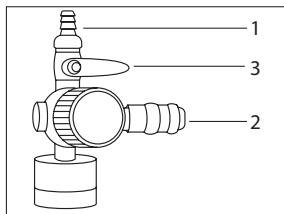

Рис. 4
На выходе из компрессора предусмотрены штуцера двух типов: «елочка» (Рис. 4, п. 1) и быстросъемный (Рис. 4, п. 2).
К инструменту, подключенному к быстросъемному штуцеру, воздух поступит автоматически. Для подачи давления к инструменту, подключенному к штуцеру типа «елочка», откройте шаровой кран (Рис. 4, п. 3).
Рабочее давление на выходе может изменяться непосредственно в процессе работы регулятором (Рис. 1, п. 6). Также можно отрегулировать расход воздуха отдельно только у инструмента, подключенного к штуцеру посредством регулировки положения крана (Рис. 4, п. 3).
ПРИМЕЧАНИЕ! При работе одновременно двумя инструментами следует помнить, что давление в обоих инструментах будет одинаковым, а расход воздуха будет распределяться пропорционально соотношению проходных сечений инструментов или выходных штуцеров в случае регулирования расхода воздуха краном, т.е. при увеличении расхода воздуха через штуцер (Рис. 4, п. 1) будет уменьшаться расход воздуха через штуцер (Рис. 4, п. 2), и наоборот.
- к штуцеру типа «елочка» – закройте кран (Рис. 4, п. 3), ослабьте хомут (если установлен), смените шланги инструмента, снова затяните хомут и откройте кран, установив необходимый расход воздуха;